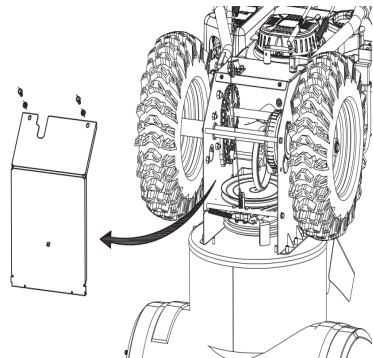

Рис. 23
2. Осторожно поверните снегоочиститель вверх и вперед, чтобы он опирался на корпус шнека. Снимите крышку рамы с нижней стороны снегоочистителя, удалив четыре самореза, которые крепят ее (Рис. 23).